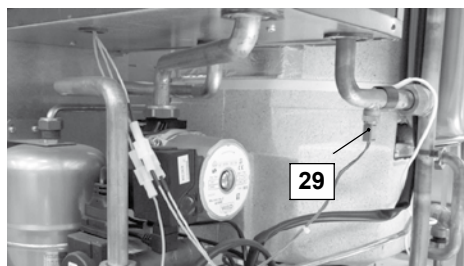

Figura 8.6
- Scollegare il cablaggio della sonda NTC riscaldamento 29 in Figura 8.6.
- Ricollegare il cablaggio della sonda NTC riscaldamento 29 in Figura 8.6.